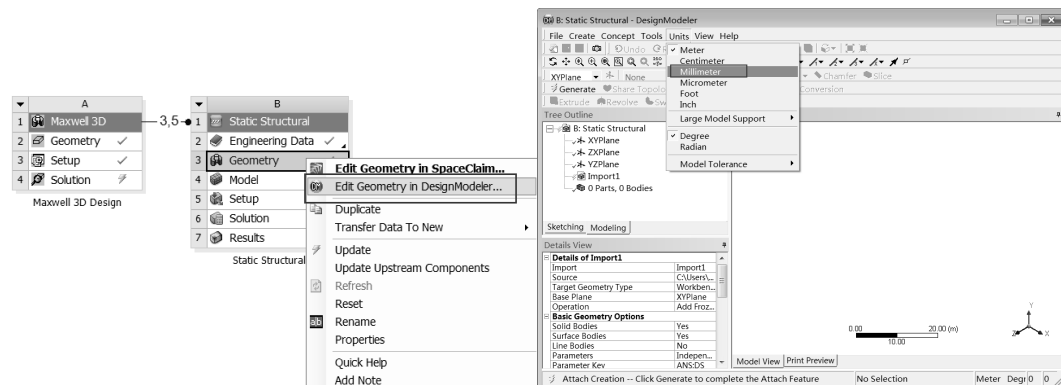

图 19-33 编辑几何命令
Step4: 启动 DesignModeler。在 B3 (Geometry) 中右击, 在弹出的如图 19-33 所示的快捷菜单中选择 Edit Geometry 命令。